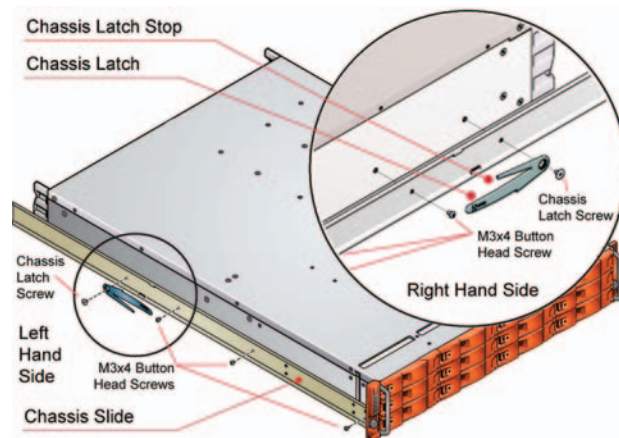

Figura 2: Prender as calhas do chassis
2. Prenda as calhas direita e esquerda do chassis às partes laterais da estrutura, utilizando seis parafusos de cabeça redonda fendida M3x4. Utilize três parafusos de cada lado; consulte a **Figura 2** para verificar as localizações.
3. Monte as patilhas esquerda e direita do chassis, utilizando os parafusos de fixação das patilhas do chassis. Certifique-se de que a patilha se encontra na posição apresentada na **Figura 2**, com o braço de mola (parte pequena do braço) localizado em frente ao respectivo trinco. No lado direito, o trinco está localizado na parte superior e, no lado esquerdo, está localizado na parte inferior.